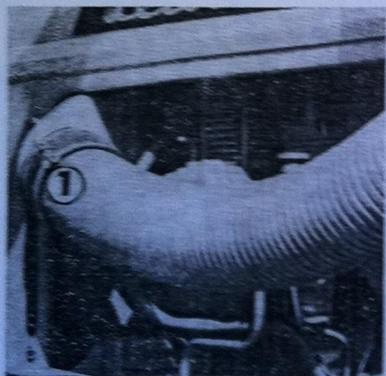

Fig. 149
1. Déconnecter les colliers du manchon de caoutchouc (fig. 149/1) et déposer le manchon.